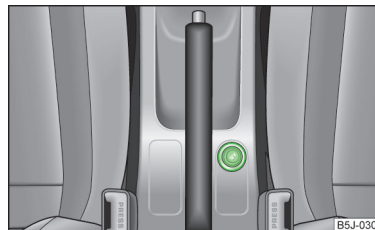
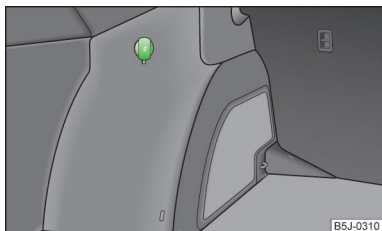

Fig. 80
Fig. 81
- Pulse el botón del encendedor » fig. 80.
El enchufe de 12 voltios (en lo siguiente solamente como enchufe) se encuentra en la consola central adelante » **fig. 80 de la página 83** y en el maletero » **fig. 81**.